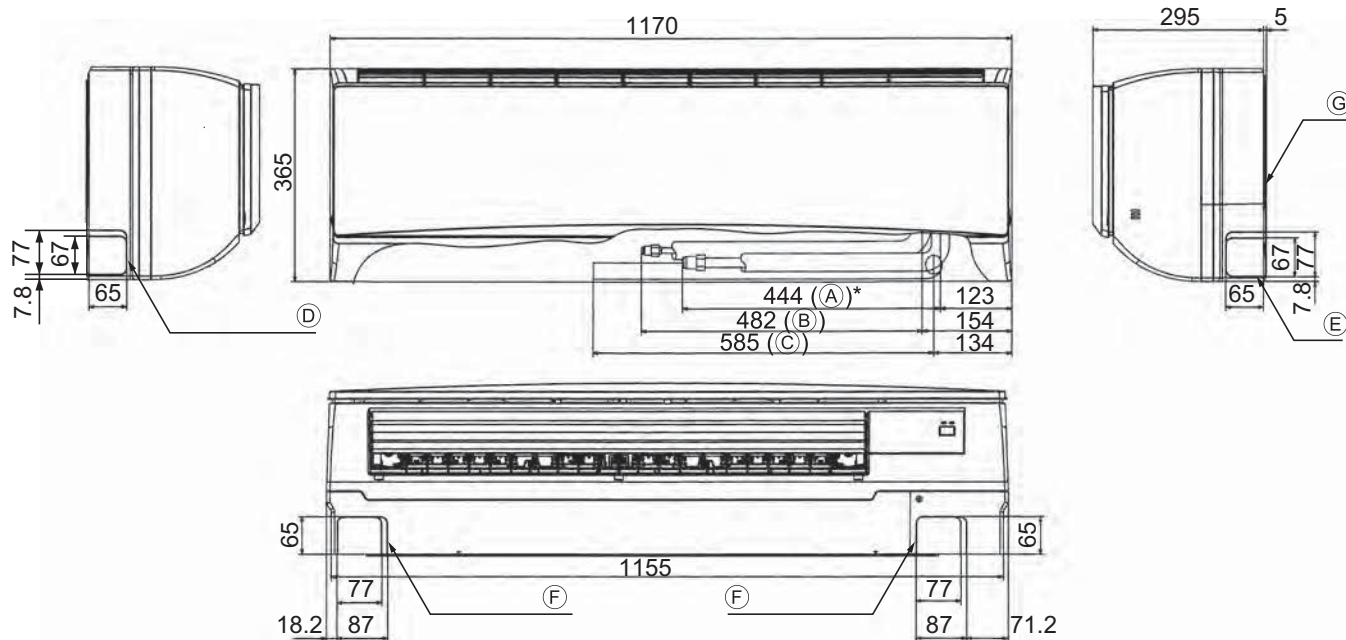

Рис. 4-2
4.2. Выбор расположения труб хладагента и дренажных труб (Рис. 4-2)
- Ж Монтажная плита ①